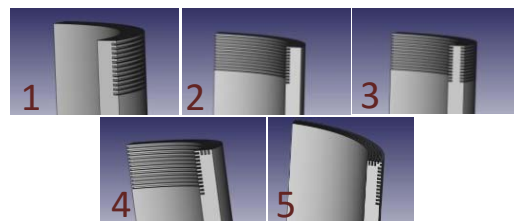

図1 4 mm容器/角縁に凸凹があるモデル
- 3Dプリンターで縁に溝のある(図1、図2)なしの容器を作製